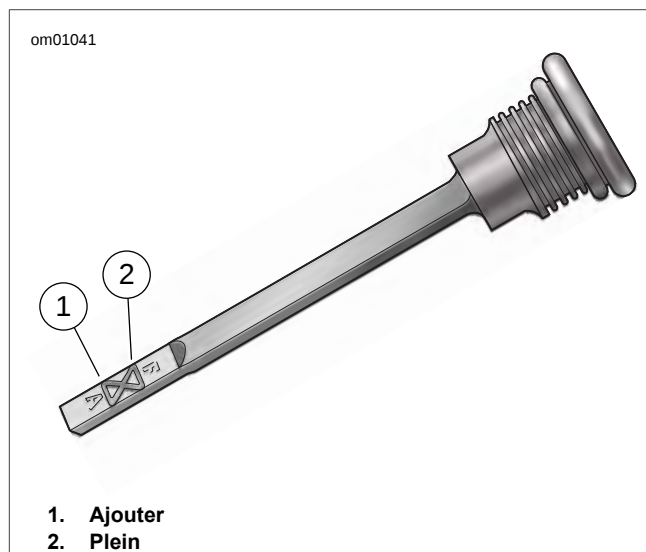

Figure 1-18. Niveau du lubrifiant de la jauge de transmission
5. Retirer la jauge. Voir Figure 1-18. Le niveau devrait se trouver entre les repères ajout (ADD) et plein (FULL). Ajouter du lubrifiant le cas échéant.